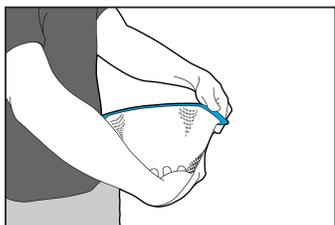

Fig. 1
2. Para estirar previamente un armazón en U o un armazón en S, mantenga la mascarilla contra su cadera con una mano y estire la mascarilla unos 15 cm (6 pulg.) con la otra (Fig. 1).